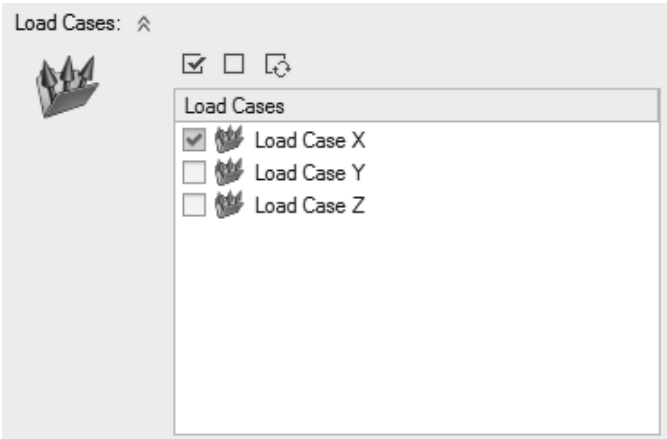

图 5-38
- 5) 在载荷工况中, 取消选中 Load Case Y 和 Load Case Z, 如图 5-38 所示。这时运行优化, 则只运行 Load Case X 下的结果。